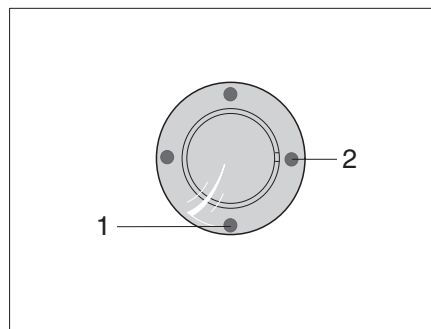
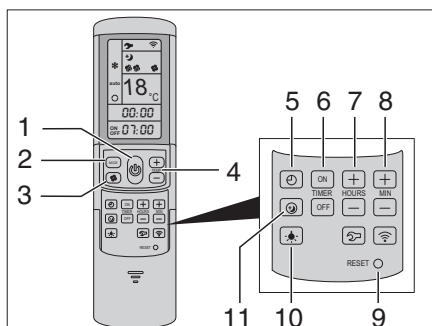

Bild 336 IR-mottagare/funktionsindikering
Bild 337 Fjärrstyrning
Klimatanläggningen är monterad på fordonets tak. Fjärrstyrningen (Bild 337) för klimatanläggningen finns i köket.
- Anslut fordonet till 230 V-försörjningen. Klimatanläggningen är driftklar. Den blåa lysdioden (Bild 336,1) lyser.
- Tryck på knappen (Bild 337,1) på fjärrstyrningen för att slå på. Den blåa lysdioden (Bild 336,1) blinkar.
- Ställ in önskat driftläge med knappen MODE (Bild 337,2).
- Ställ vid behov in önskat fläktsteg med knappen (Bild 337,3) och rumstemperaturen med knapparna (Bild 337,4).
Nås den inställda temperaturen på fjärrstyrningen slocknar den blåa lysdioden (Bild 336,1), kompressorn stängs av och cirkulationsfläkten körs vidare.
- Tryck på knappen (Bild 337,1) på fjärrstyrningen igen.
- Slå på med knappen (Bild 337,1) på fjärrstyrningen för programmering av klimatanläggningen.
- Ställ in önskat driftläge med knappen (Bild 337,2) och rumstemperaturen med knapparna (Bild 337,4).
- Välj önskad funktion med knapparna (Bild 337,6).
- Välj önskad kopplingstid (15 minuter till 24 timmar) med knapparna (Bild 337,7 och 8).
- Bekräfta inställningen med knapparna "ON" eller "OFF" (Bild 337,6).